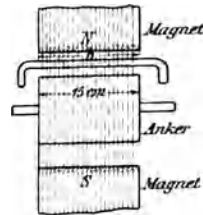

Fig. 36.
130. Ein Draht eines Trommelankers wird von einem Strome von 40 [30] (160) A durchflossen und befindet sich auf 15 [18] (30) cm Länge in einem magnetischen Felde von 5000 [6000] (9000) (c, g, s) Einheiten-Dichte. Mit welcher Kraft wird der Stab senkrecht zu den Kraftlinien fortgetrieben? (Fig. 36.)